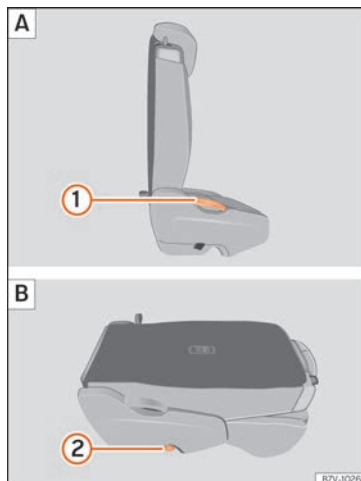

Fig. 143 Seconde rangée de sièges : rabattez le siège arrière [A], siège arrière comme plancher de chargement [B].
- Tirez le levier » fig. 143 1 vers le haut et rabattez le dossier entièrement vers l'avant. La banquette complète se rabat vers l'avant » 1.
- Baissez le dossier rabattu vers l'avant jusqu'à ce qu'il soit encastré en position de plancher de chargement » fig. 143 B.
- Tirez le levier » fig. 143 1 vers le haut et redressez entièrement le dossier. L'ensemble du siège se déplie vers l'arrière.